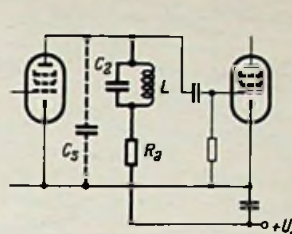
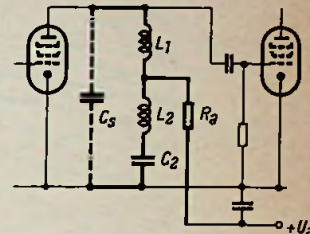

Bild 4. Anhebung der oberen Grenzfrequenz durch L und C₂, Prinzipschaltbild. Bemessung siehe (14)
Bild 5. Anhebung der oberen Grenzfrequenz durch L₁, L₂ und C₂. L₁ und L₂ sind nicht miteinander gekoppelt. Bemessung siehe (15)
3. Bemessung der Schaltungen Bild 4 und Bild 5
Für die Schaltung Bild 4 ist zu wählen:
Für die Schaltung Bild 5 ist zu wählen: